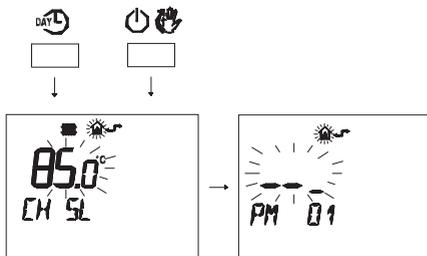

Fig. 5.69
- Premere contemporaneamente i pulsanti **DAY** e **ON** per entrare nella programmazione trasparente (Fig. 5.69)